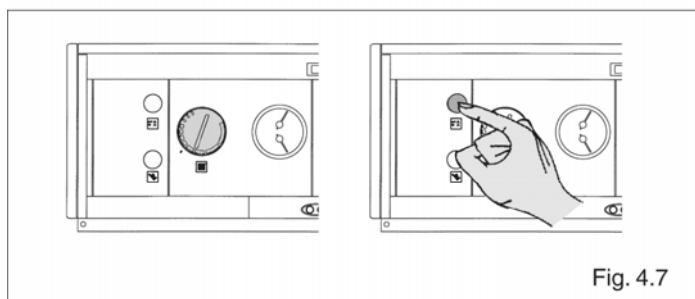

Fig. 4.7
- при изменении настройки термостата котла (рис. 4.7);
- при выключении и последующем включении главного выключателя на панели управления (рис. 4.7);